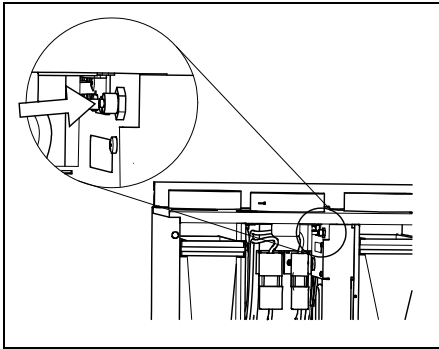

Fig.9
- Kontrollera om brandtermostat har löst ut. Återställ genom att trycka in röd knapp i aggregatet (**Fig.9**).